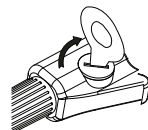

fig.3
---Vuelva a colocar la tapa de la batería y gírela en el sentido de las agujas del reloj para fijarla (fig. 3).